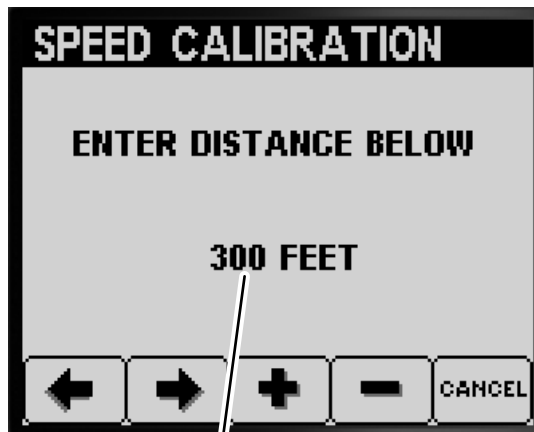

Figura 65
9. Utilizai butoanele 3 sau 4 pentru a modifica valoarea distanței introduse în InfoCenter și apăsai butonul 2 (Figura 65).